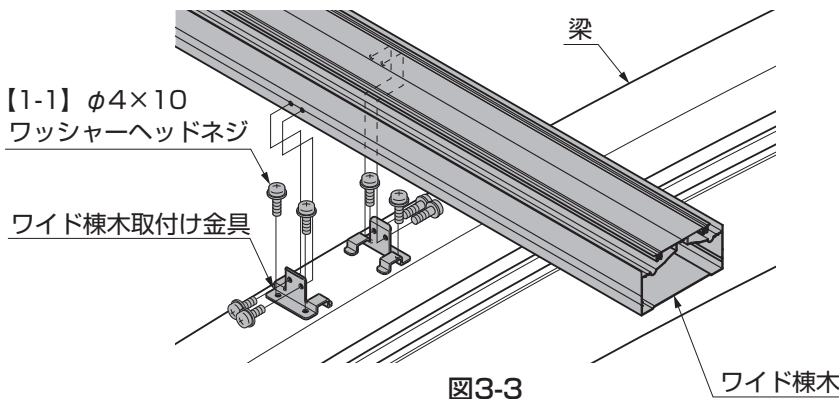

図3-3
②梁の中央部にワイド棟木取付け金具を【1-1】で取付けて、ワイド棟木を【1-1】で固定してください。（図3-3参照）